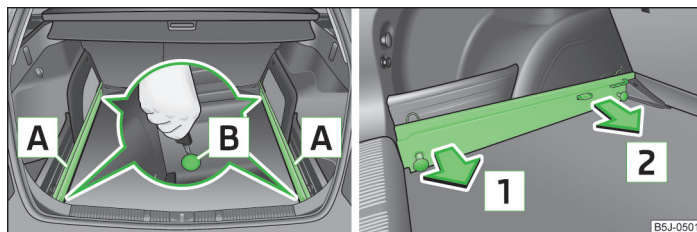

Fig. 52 Eliberarea punctelor de asigurare/Scoaterea șinelor
- Slăbiți punctele de asigurare **B** » fig. 52 ale șinelor portante, cu cheia, respectiv cu o șurubelniță plată.
- Pe fiecare șină, apăsați ambele puncte de asigurare **B** » fig. 52, până la limită.